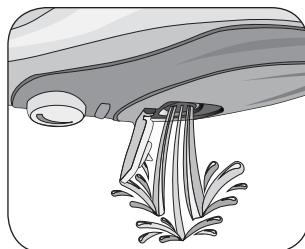

Fig. 9
Tourner le bouton rotatif de réglage de la vapeur (E) sur OFF. Débrancher le cordon d'alimentation de la prise de courant. Vider complètement le réservoir de façon à éviter que la stagnation d'eau favorise la formation de calcaire (Fig. 9).